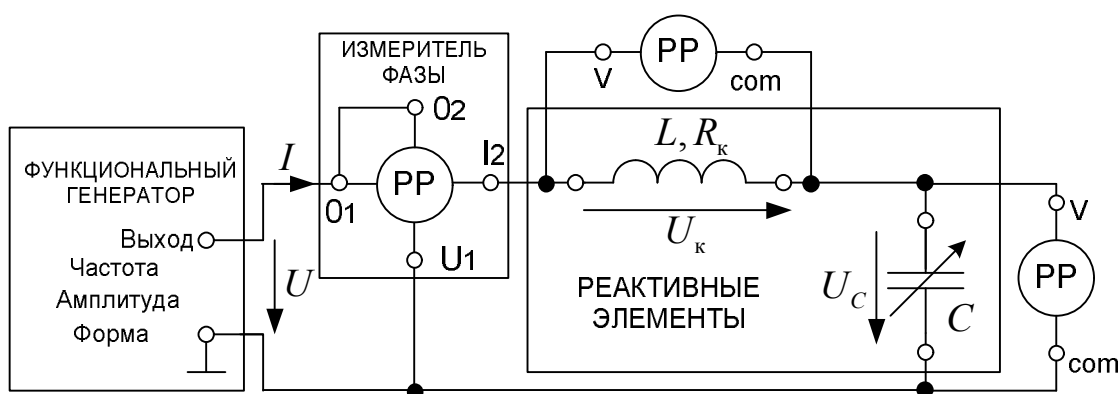

Рис. 7.2. Схема электрической цепи
2) Собрать электрическую цепь по схеме, приведенной на рис. 7.2 протокола измерений. Тумблер *SA2* модуля *Измеритель фазы* установить в положение *I2*. Включить мультиметры в режим измерения переменного напряжения.
Схема исследуемой электрической цепи представлена на рис. 7.2.